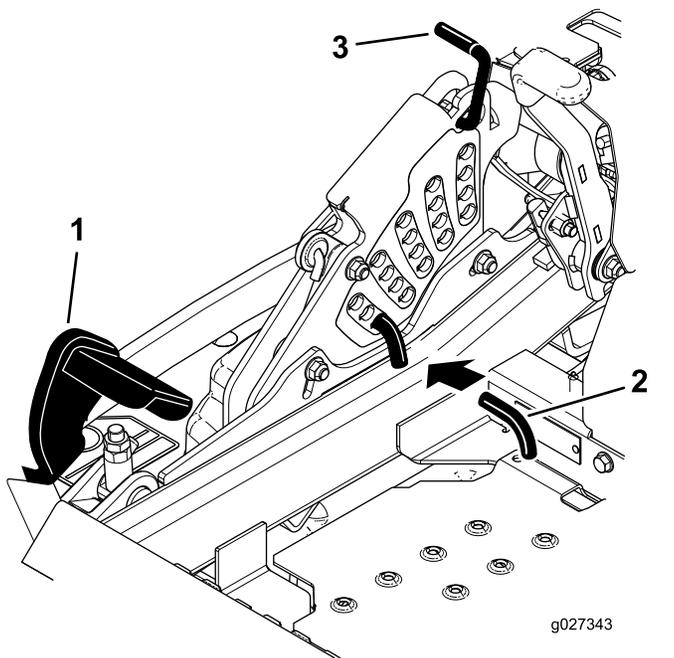

Bild 31
2. Treten Sie auf das Mähwerkhubpedal und heben Sie das Mähwerk in die Transportstellung an (d. h. die Schnitthöhe von 140 mm), wie in **Bild 31** abgebildet.
3. Drehen Sie zum Einstellen den Stift um 90 Grad und nehmen ihn aus der Schnitthöhen-Halterung heraus (**Bild 31**).
4. Wählen Sie ein Loch in der Schnitthöhenhalterung, das der gewünschten Schnitthöhe entspricht, und stecken Sie den Stift ein (**Bild 31**).